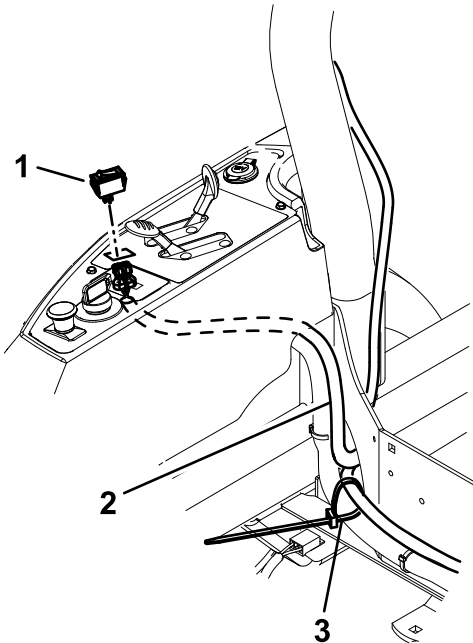

Figure 5
8. Acheminez le faisceau d'éclairage sous le cadre de montage de l'arceau de sécurité et faites passer les câbles à travers la découpe rectangulaire du panneau de commande (Figure 5).
9. Placez l'interrupteur d'éclairage sur le dessus du panneau de commande et connectez-le au faisceau d'éclairage (Figure 5).
11. Attachez le faisceau d'éclairage sur le faisceau de câblage principal à l'aide d'attache-câbles légèrement serrés (Figure 5).